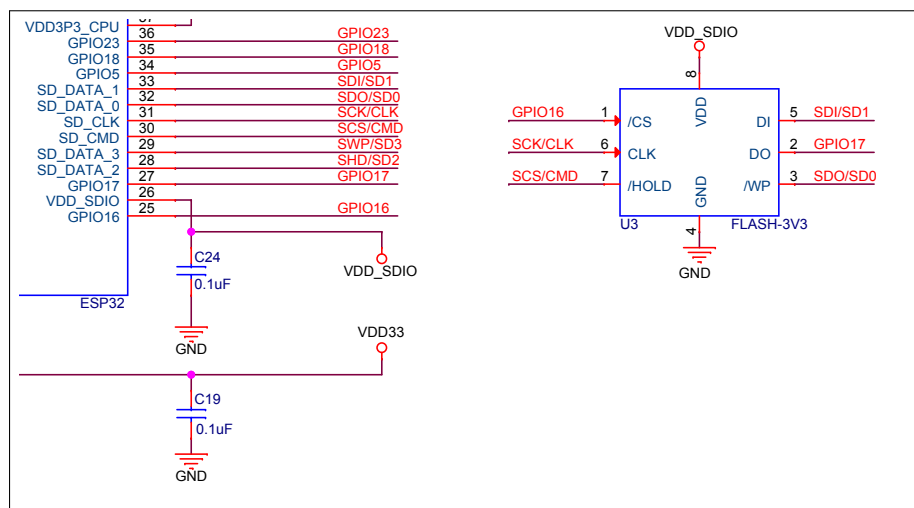

图 2: 四线 3.3 V 内部 flash 核心电路图
- 当使用四线、3.3 V、内封 flash (ESP32-U4WDH) 时，核心电路如图 2 所示。